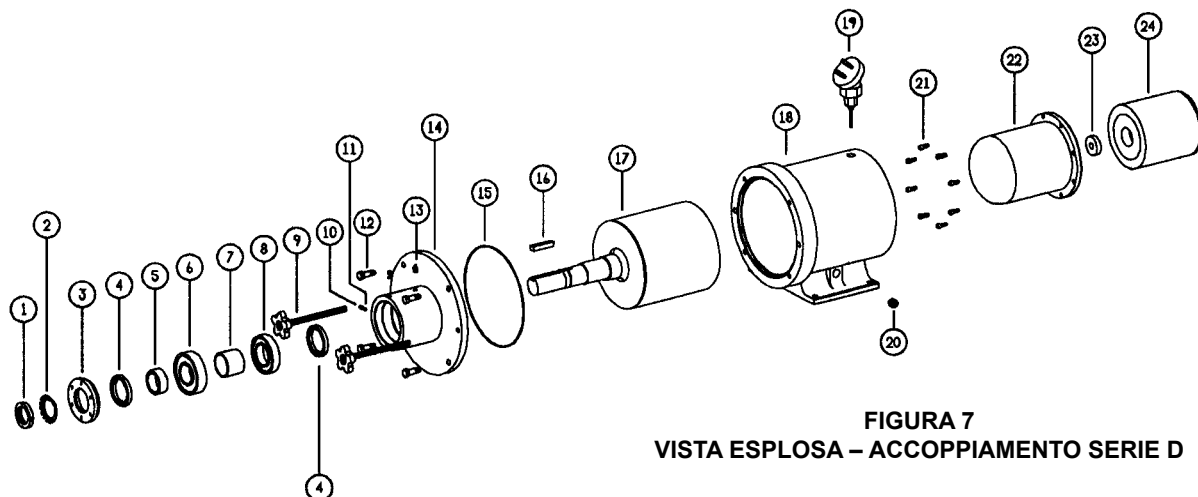

FIGURA 7
1. Installare le due viti di pressione (2-297-022-999) nell'alloggiamento del cuscinetto. Vedere Figura 7 a pagina 6, e **Figura 8**. Rimuovere le due viti senza dado da 0.50" ed infilare in questi fori un'asta filettata da 0.50" NC x 8". Rimuovere le altre due viti senza dado da 0.50".